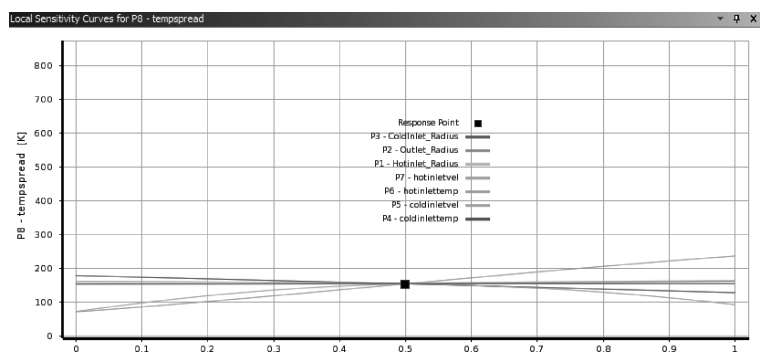

图 12-80 局部灵敏度曲线
(9) 在大纲窗口中单击【Local Sensitivity Curves】→【Properties of Outline A25: Local Sensitivity Curves】→【Axes】→【X Axis】= Input Parameters, 【Y Axis】= P8-tempspread, 可以查看输入参数与结果耗散之间的局部敏感曲线情况, 如图 12-80 所示。